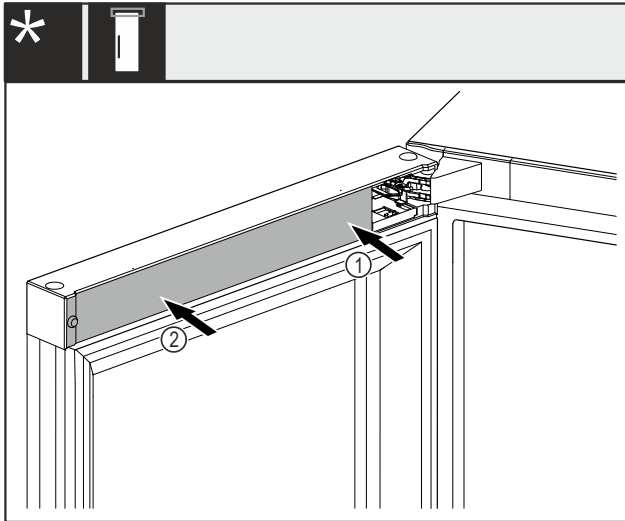

Fig. 43 *
- Remettre en place et enclencher le cache Fig. 43 (1) en commençant par le côté support de palier.*
- Mettre ensuite en place et enclencher le cache Fig. 43 (2) côté extérieur.*